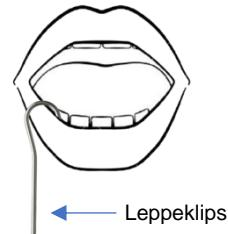

Fig. 5
2. Fest leppeklippen til pasienten – se fig. 5.